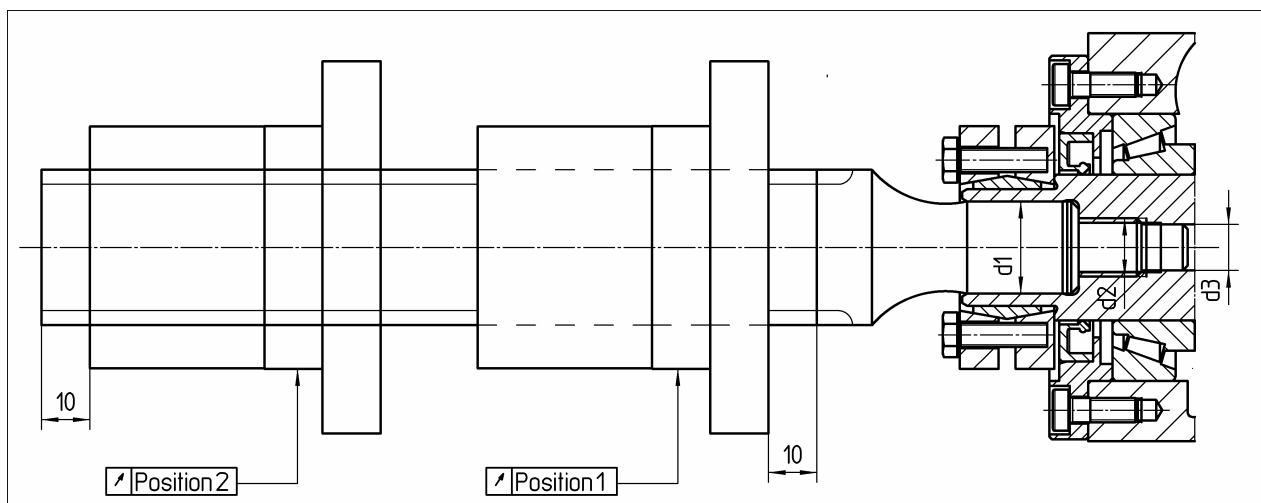

Bild 9.6.2 Spindelwechsel und Rundlaufprüfung
9.6.2 Spindelwechsel bei Getrieben mit rotierender Spindel (siehe Bild 9.6.2):